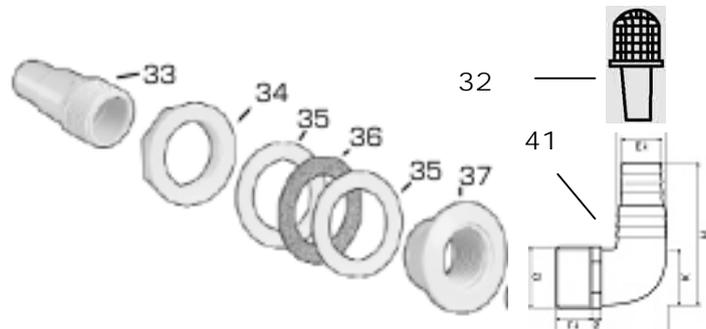

Abb. 19 Ansaugdüse
- Zerlegen Sie nun das zweite Düsenelement und installieren Sie es mit dem zweiten Anschlussstück auf die gleiche Weise; schrauben Sie jedoch das Winkelstück (Nr. 41) statt den Kugelteilen von der Poolinnenseite in das Düsengrundelement. Stecken Sie eines von beiden Schmutzsieben, die sich im Sack mit den Schläuchen und Schellen befinden, auf den Winkel. Das zweite Sieb wird bei dieser Ausführung nicht benötigt. Heben Sie sich das Teil jedoch als Ersatz auf (**Abb. 19**).